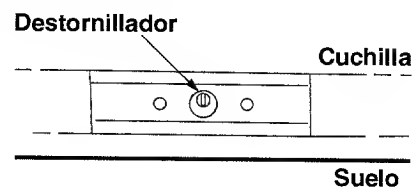

Figura 13
- Pruebe la cuchilla equilibrándola sobre un destornillador de hoja redonda o en un equilibrador de cuchillas. Vea la Figura 13.